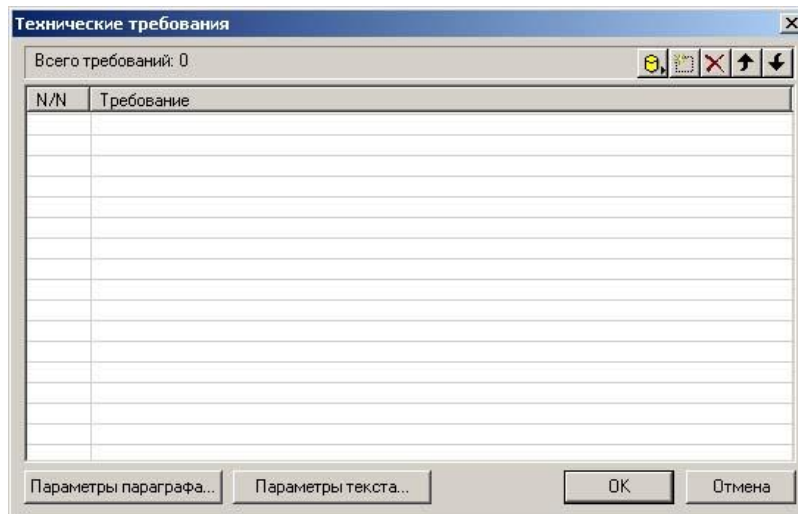

Рисунок 1.30 - Діалог «Технические требования»
1. Натисніть і утримуйте кнопку  «Заполнение штампа» на панелі «Заполнение штампа». Виберіть кнопку  «ТТ». З'явиться діалог «Технические требования» (рис. 1.30).